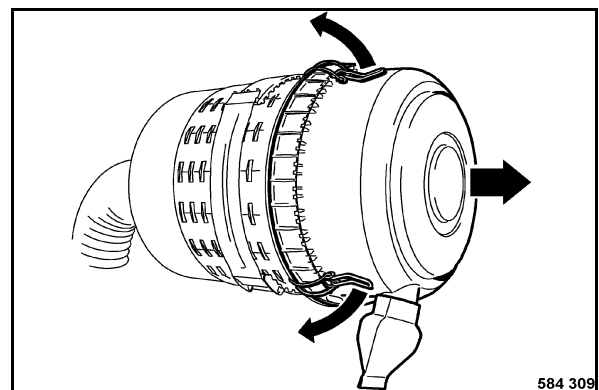

fig. 183
- Décliper les fermetures rapides (fig. 183) et retirer le couvercle.